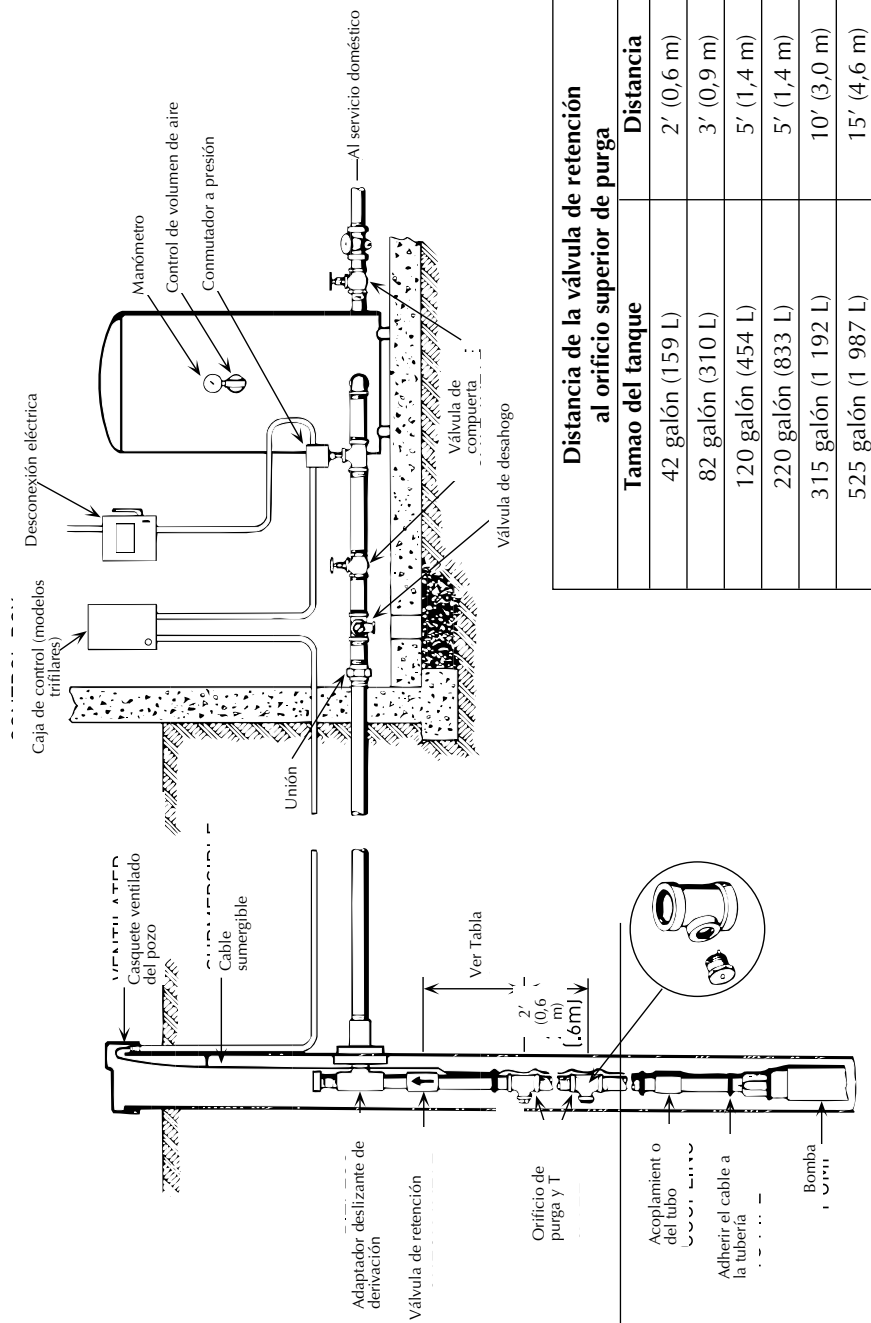

Figura 13 – Instalación del tanque de presión estándar
- Si se usa un tanque de presión estándar de aire sobre agua, instale dos orificios de purga a unos 2' (0,6 m) de distancia entre ellos según se ilustra en la Figura 13, página 32. Los orificios cargarán el tanque con aire automáticamente. Consulte la
Figura 13 para determinar la ubicación del orificio. **AVISO** Si usa un tanque precargado, **NO** instale orificios de purga. Si la bomba y el tanque precargado están reemplazando a un sistema de tanque estándar, elimine los orificios de purga antes de instalar la bomba en el pozo.
Ver la Figura 13, página 32 para las conexiones de las tuberías al tanque de presión estándar y para la distancia correcta de los orificios de purga desde el tanque de presión.